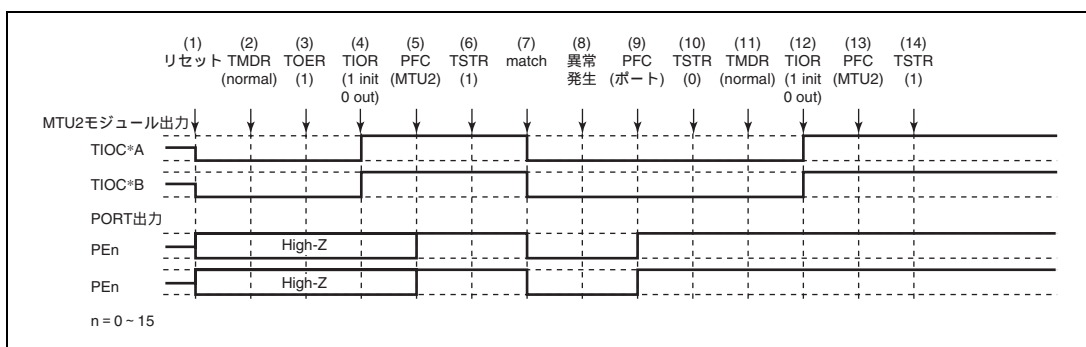

図 11.115 ノーマルモードで異常が発生し、ノーマルモードで復帰する場合
ノーマルモードで異常が発生し、再設定後ノーマルモードで再スタートする場合の説明図を図 11.115 に示します。
(1) ~ (10) は図 11.115 と共通です。
(11) PWM モード 1 を設定します。
(12) TIOR で端子を初期化してください (PWM モード 1 では TIOC*B 側は初期化されません。初期化したい場合はノーマルモードで初期化した後、PWM モード 1 に遷移してください)。
(13) 汎用入出力ポートで本モジュール出力としてください。
(14) TSTR で再スタートします。
(11) PWM モード 2 を設定します。
(12) TIOR で端子を初期化してください (PWM モード 2 では周期レジスタの端子は初期化されません。初期化したい場合にはノーマルモードで初期化した後 PWM モード 2 に遷移してください)。
- (1) ~ (10) は図 11.115 と共通です。
- (11) 位相計数モードを設定します。
- (12) TIOR で端子を初期化してください。
- (13) 汎用入出力ポートで本モジュール出力としてください。
- (14) TSTR で再スタートします。
(11) TIOR でノーマルモードの波形生成部を初期化してください。
(12) TIOR でノーマルモードの波形生成部の動作を禁止してください。
(13) TOER でチャンネル 3、4 の出力を禁止してください。
(14) TOCR で相補 PWM の出力レベルと周期出力の許可禁止を選択してください。
(15) 相補 PWM を設定します。
(16) TOER でチャンネル 3、4 の出力を許可してください。
(17) 汎用入出力ポートで本モジュール出力としてください。
(18) TSTR で再スタートします。
- (1) ~ (13) は図 11.115 と共通です。
- (14) TOCR でリセット同期 PWM の出力レベルと周期出力の許可禁止を選択してください。
- (15) リセット同期 PWM を設定します。
- (16) TOER でチャンネル 3、4 の出力を許可してください。
- (17) 汎用入出力ポートで本モジュール出力としてください。
- (18) TSTR で再スタートします。